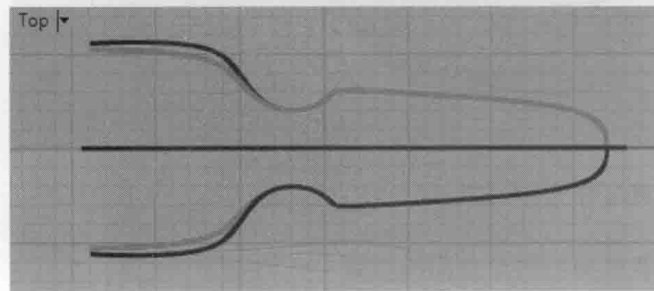

图 5-55 沿 X 轴镜像曲线
(7) 将两条曲线沿 X 轴镜像一份, 效果如图 5-55 所示。